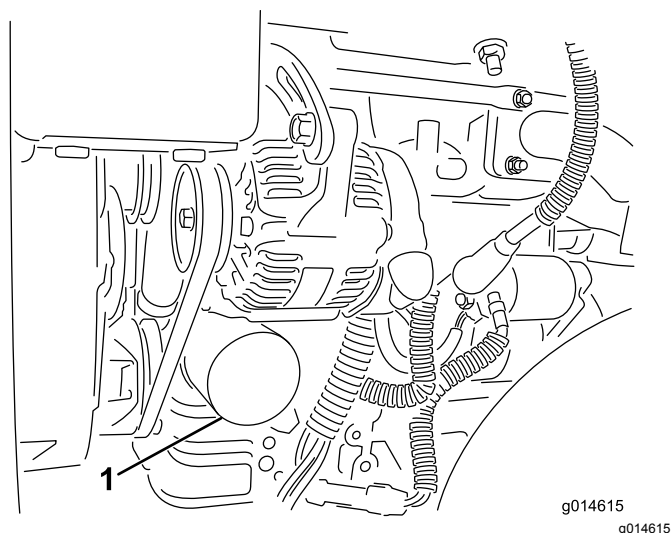

Bild 46
- Entfernen Sie den Ölfilter (Bild 46). Ölen Sie die neue Dichtung am Ölfilter leicht mit frischem Öl ein.